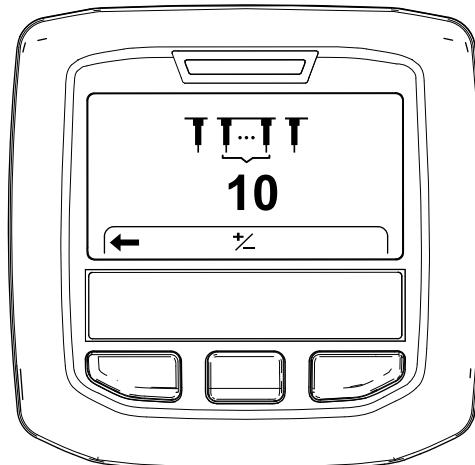

Рисунок 50
- Нажмите правую кнопку инфо-центра, чтобы отобразить экран Setting the Tine Quantity (Установка количества зубьев) (Рисунок 50).